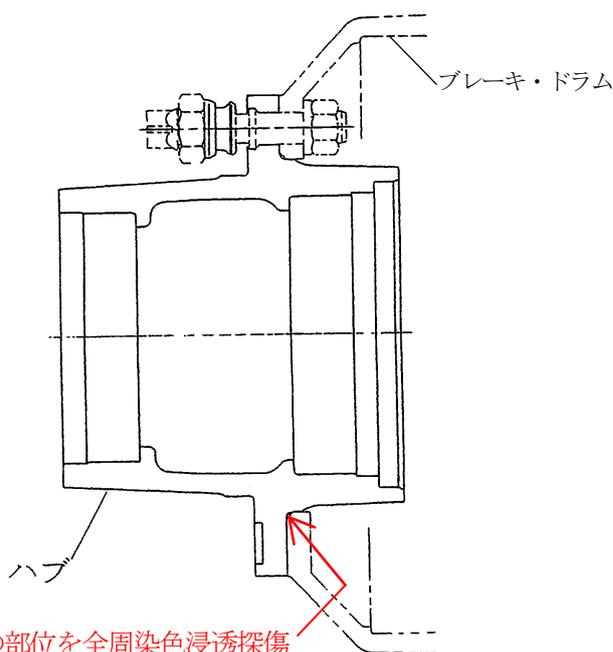

図1 ハブのフランジ部の点検
1. ハブよりブレーキ・ドラムを外し、ハブのフランジのドラム取付側の付根部の亀裂の有無を染色浸透探傷により点検して下さい(図1参照)。